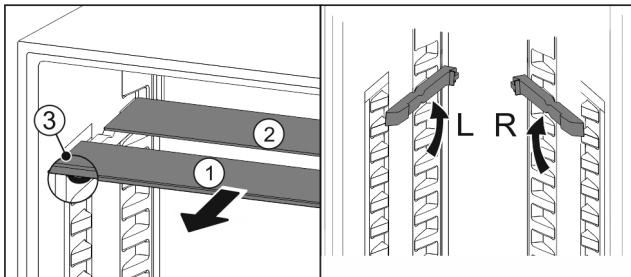

Fig. 76
- Sortir les tablettes par l'avant Fig. 76 (1).
- La tablette en verre Fig. 76 (1) avec bordure décorative est située à l'avant.
- Les butées Fig. 76 (3) sont orientées vers le bas.